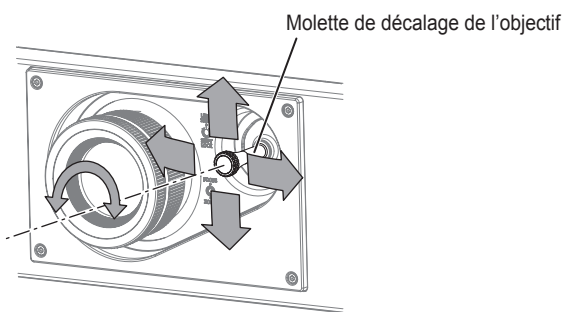

Fig. 1
3) Réglez le déplacement de l'objectif. (Fig. 1)